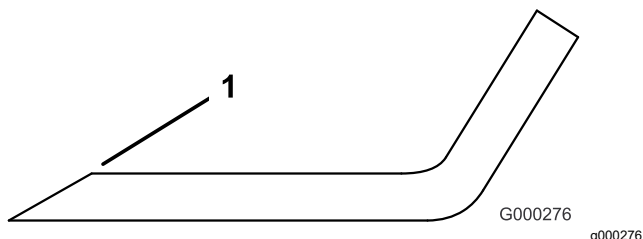

Figura 26
- Inspeccione los filos de corte de todas las cuchillas, y afílelos si están romos o tienen mellas (Figura 26).
Nota: Afíle únicamente la parte superior del filo y mantenga el ángulo de corte original para asegurar un filo correcto (Figura 26). La cuchilla permanece equilibrada si se retira la misma cantidad de material de ambos filos de corte.